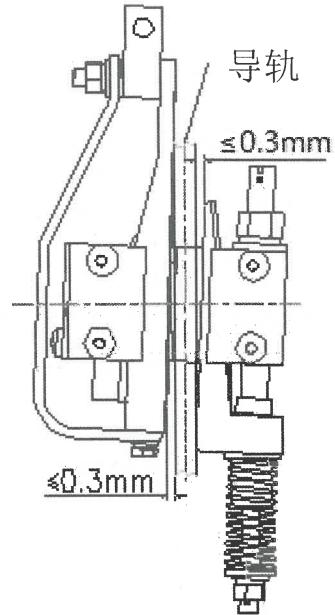

图 4
2.2.4. 安全钳楔块工作面与导轨贴合后，楔块两端与导轨侧面的间隙差不应超过 0.3mm(图 4)。